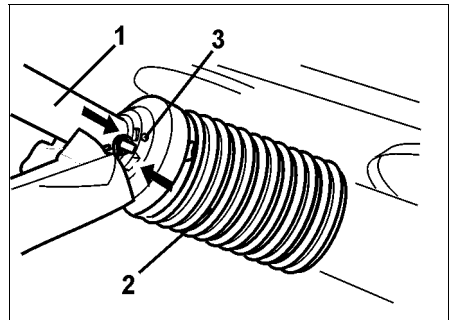

Fig. 27
- Arretierungsschraube (Fig. 27/3) eindrehen.